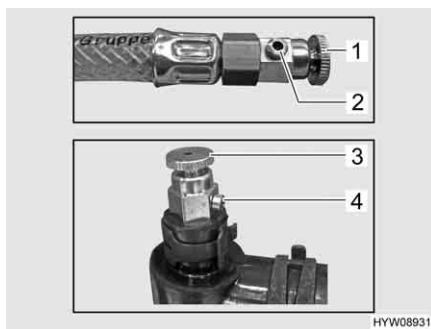

Fig. 163 Valvole di sfiato del riscaldamento ad acqua calda
- Aprire la valvola di sfiato (Fig. 163,1 o 3) e lasciarla aperta finché non esce più aria dall'apertura della valvola (Fig. 163,2 o 4).